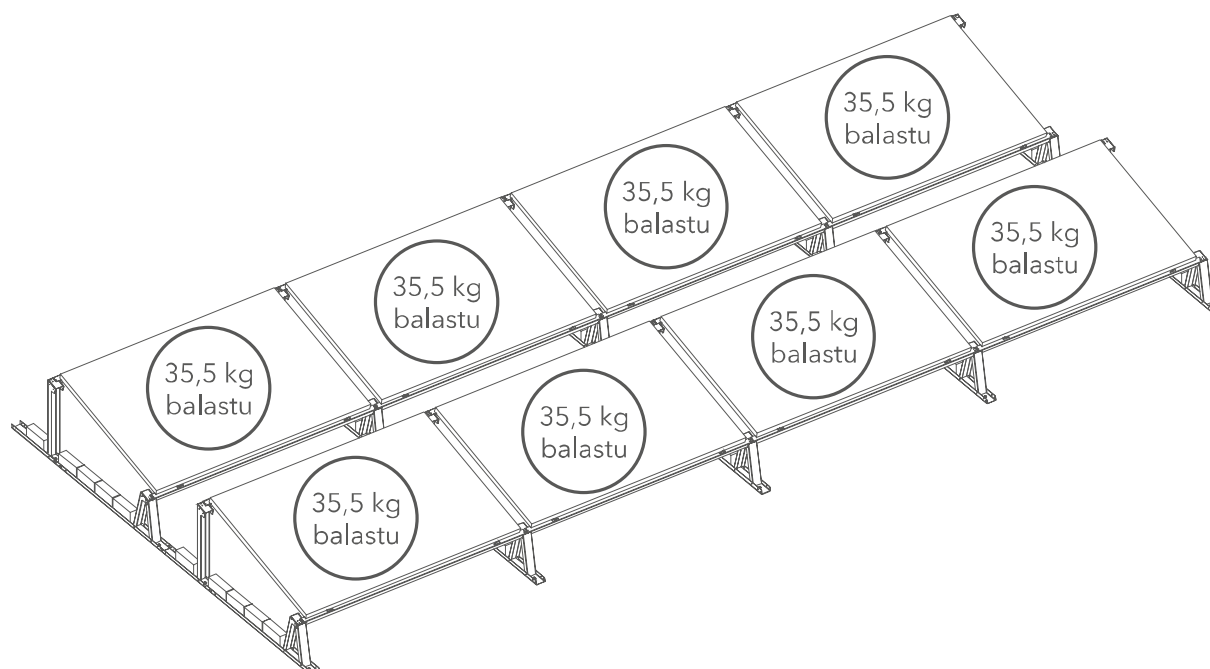

Abb. 9. Verteilung des Ballasts auf zwei Reihen von Photovoltaik-Panels
- 8** Wenn es zwei Reihen von Photovoltaik-Panels gibt, beträgt das Gewicht des Ballasts pro Panel 35,5 kg (Abb. 9).